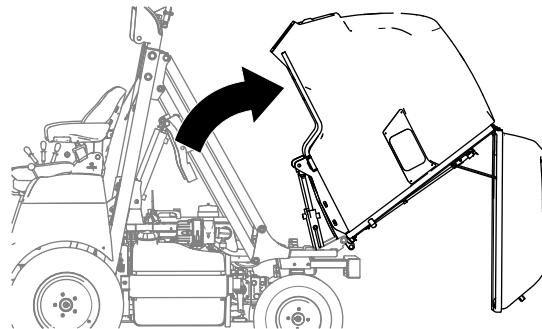

Рисунок 56
- Поверните бункер вверх и назад (Рисунок 56) усилием руки.